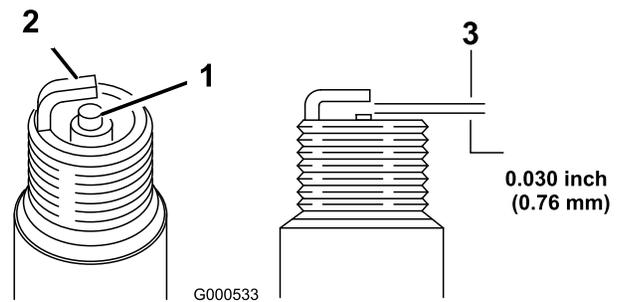

Bild 28
1. Sehen Sie sich die Mitte der Zündkerze an (Bild 28). Wenn der Kerzenstein hellbraun oder grau ist, ist der Motor richtig eingestellt. Eine schwarze Schicht am Kerzenstein weist normalerweise auf einen schmutzigen Luftfilter hin.
2. Prüfen Sie den Abstand zwischen den mittleren und seitlichen Elektroden (Bild 28). Verbiegen Sie die seitliche Elektrode (Bild 28), wenn der Abstand nicht stimmt.